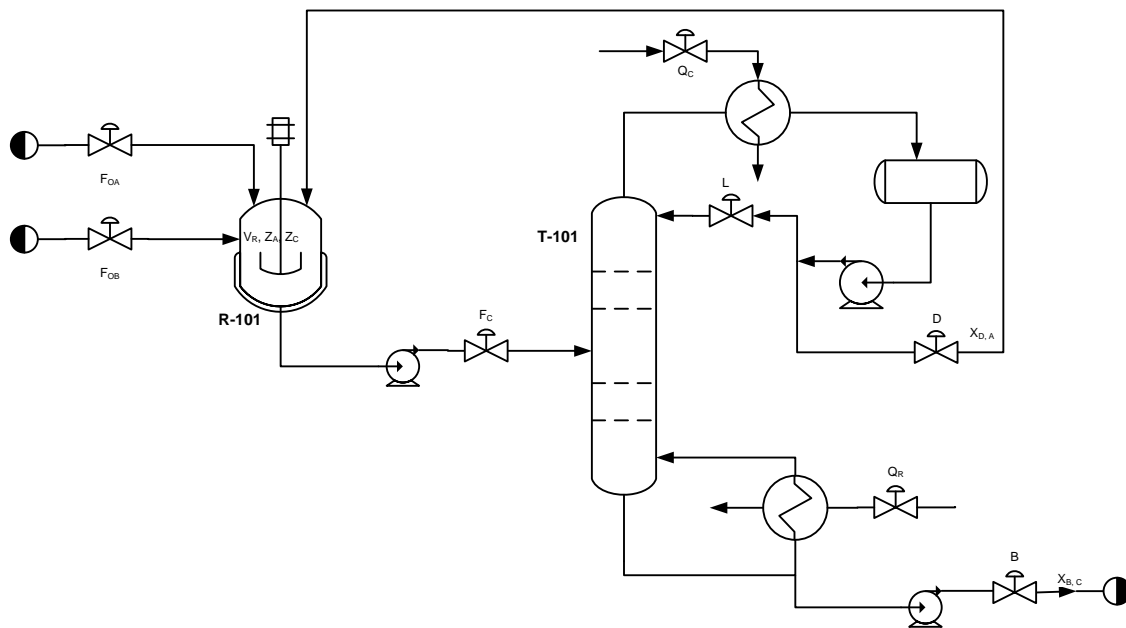

Figura 3. PFD de proceso reactor – separador.
2. En la Figura 3 se muestra un proceso para una reacción exotérmica de $A+B \rightarrow C$. Los dos reactivos se alimentan a un reactor tanque agitado R-101, donde la conversión de B es completa. Los efluentes de la corriente del reactor consisten de C y A que no reaccionó, los cuales se separan en una columna de